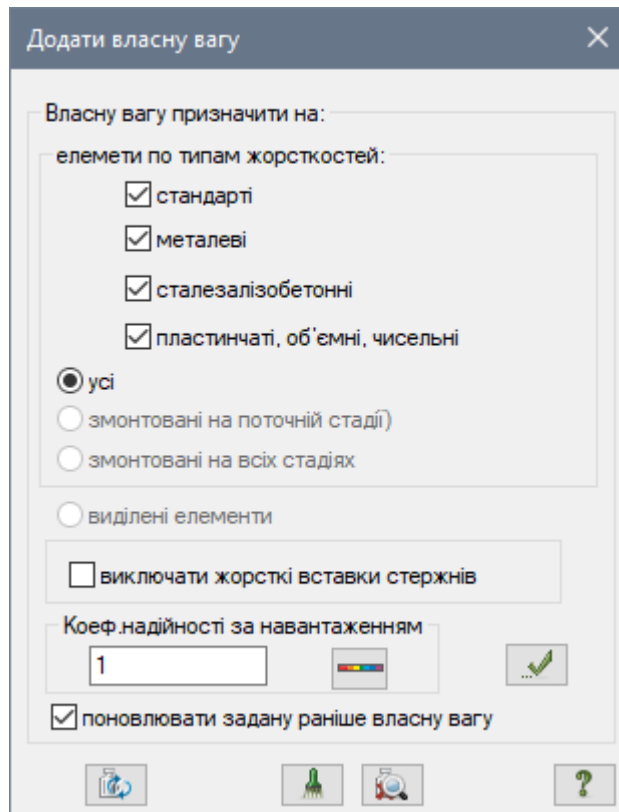

Рис. 9.27. Діалогове вікно Додати власну вагу
- Натисканням на кнопку  – **Додати власну вагу** (панель **Навантаження** на вкладці **Створення та редагування**) відкрийте діалогове вікно **Додати власну вагу** (рис. 9.27).